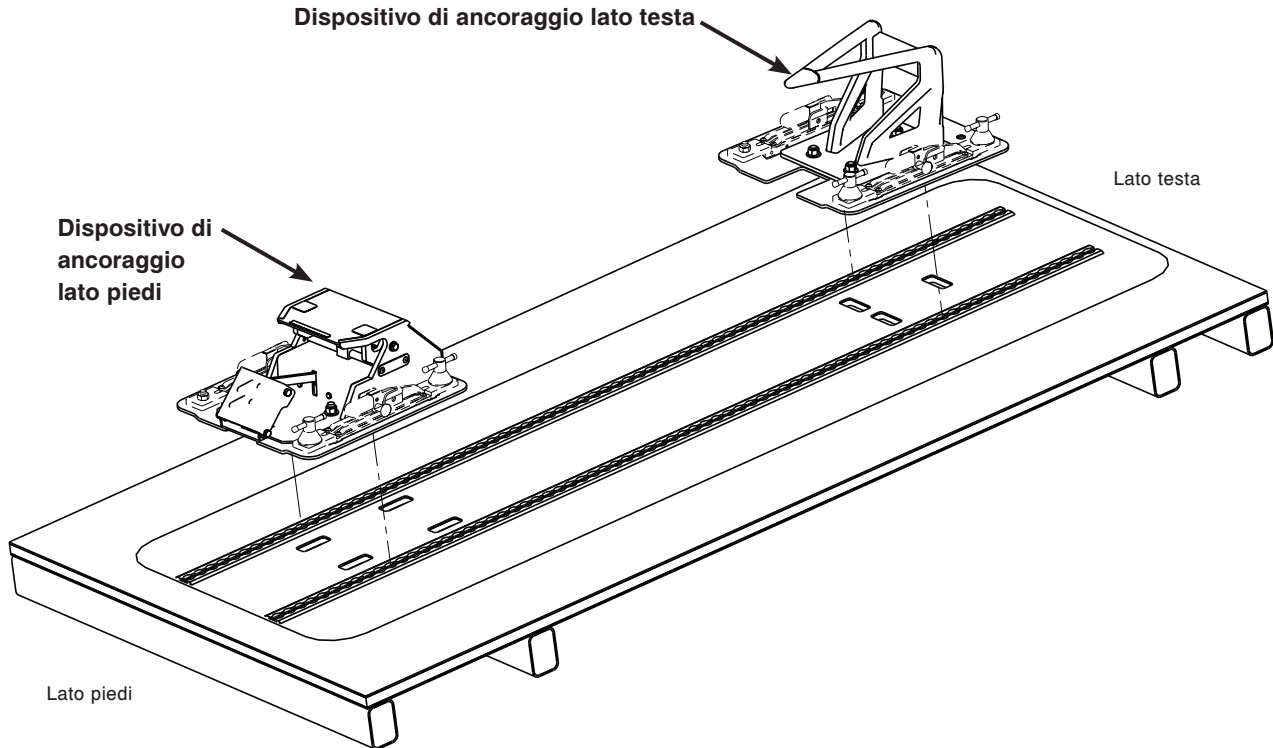

Figura 10 – Dispositivi di ancoraggio per lato testa e il lato piedi – Installazione delle piste a pavimento
- Ripetere i passi da 2 a 4 per installare il dispositivo di ancoraggio per lato piedi sulla pista a pavimento (Figura 10).